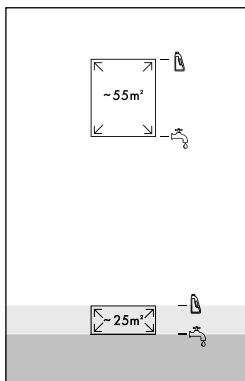

Fig. 8
- ♦ Para limpiar superficies pequeñas  (hasta 25 m²), llene con agua corriente o agua destilada hasta la primera marca de llenado  el depósito de agua limpia 11 (consulte la fig. 8).
- ♦ Para limpiar superficies pequeñas  (hasta 25 m²), llene con un producto de limpieza hasta la segunda marca de llenado  el depósito de agua limpia 11 (consulte la fig. 8).